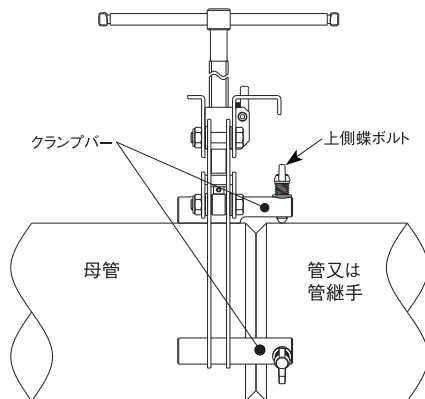

図8
⑦溶接する管又は管継手(エルボ・フランジ等)をクランプバーに差し込み、上側蝶ボルトを締め込み管又は管継手を固定する。(図8)